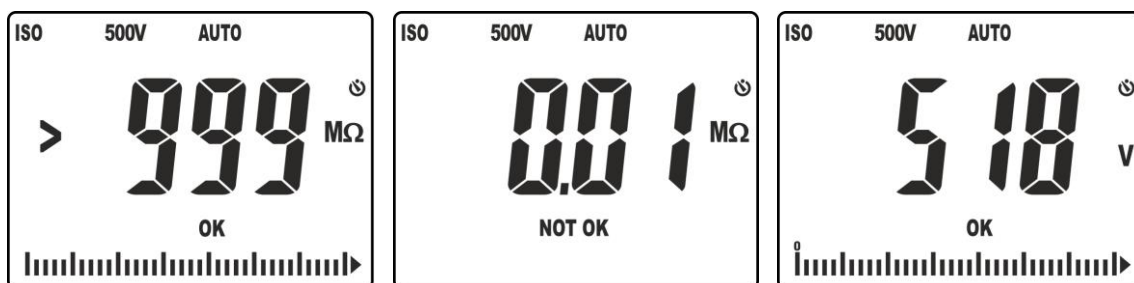

Fig. 18: Resultados de la medida de aislamiento en modo AUTO
10. En la pantalla de Fig. 18 – parte izquierda aparece el valor de la resistencia de aislamiento (el símbolo “>999” indica la condición de fuera escala) con resultado positivo “OK” (valor superior al umbral configurado). En la pantalla de Fig. 18 – parte derecha aparece el valor de la resistencia de aislamiento con resultado negativo “NOT OK” (valor inferior al umbral configurado)